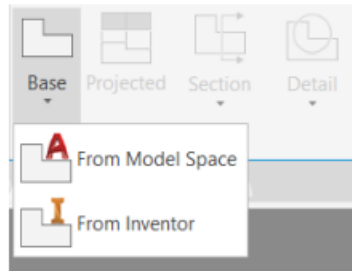

Figura 7.20. From Model Space.
1. Vaya a la pestaña layout y seleccione la opción. base from model space. (figura 7.20)